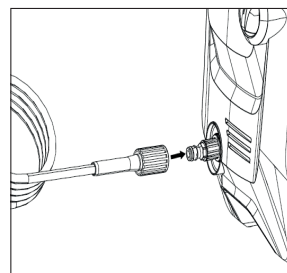

Рис. 6
5. Подсоедините шланг высокого давления к выходному отверстию для воды. Подсоедините второй конец шланга высокого давления к выходному отверстию для воды мойки и поверните черный поворотный наконечник, как указано, чтобы зафиксировать соединение. Рис. 6